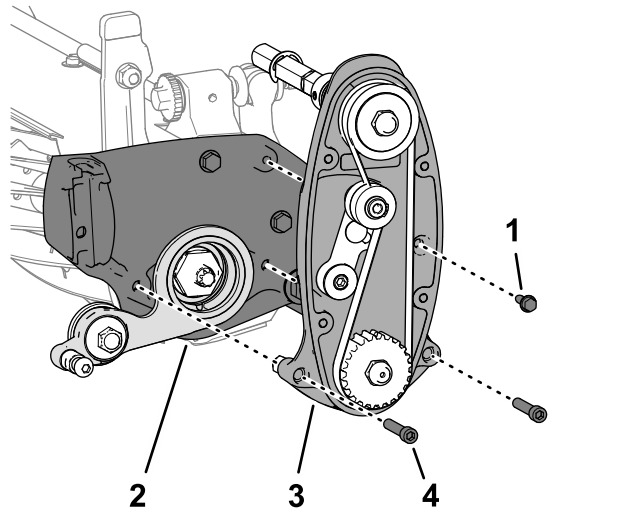

Figura 17
1. Allineate il gruppo tendicinghia sull'apparato di taglio come illustrato nella Figura 17.
2. Assemblate il gruppo tendicinghia e la trasmissione del cilindro all'apparato di taglio (Figura 17) con le 2 viti ad esagono incassato (5/16" x 1 1/2") e i dadi di bloccaggio (5/16") che avevate rimosso in 4 Rimozione della trasmissione del cilindro (pagina 5).
3. Assemblate la trasmissione del cilindro all'apparato di taglio (Figura 17) con la vite a testa flangiata (1/4" x 3/4").